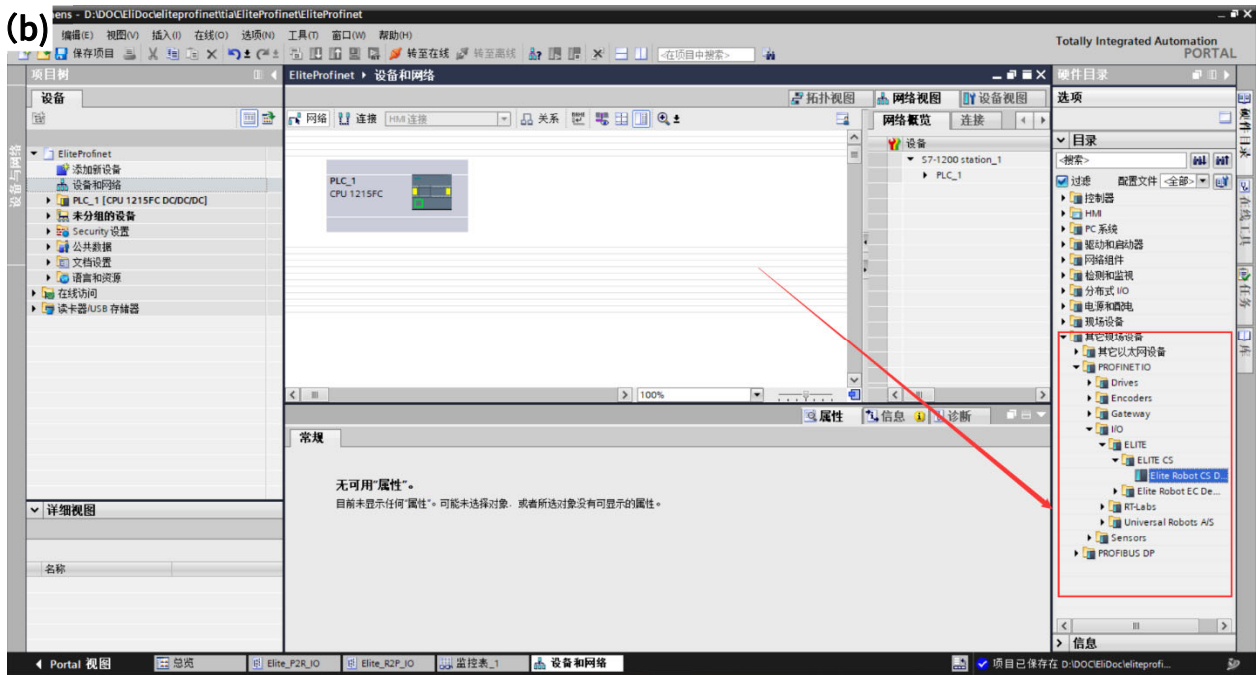

图 15-2 添加设备和网络
1) 双击左侧项目树中的“设备和网络”，如图 15-2 (a) 所示；双击或拖拽右侧硬件目录中，具体路径为：“其他现场设备> PROFINET IO> IO> ELITE> ELITE CS> Elite Robot CS Device”，如图 15-2 (b) 所示。